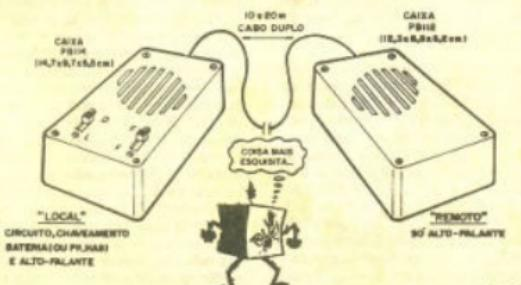

Fig. 6
- NOTAR, nas duas chaves, as setas e indicativos da direção de acionamento: D-L significam "Desliga-Liga" e F-E simbolizam "Fala-Escuta", ou seja: na primeira posição (F) a estação LOCAL "fala" para a REMOTO e na segunda (E) a estação LOCAL "escuta" a estação REMOTO.
- FIG. 6 - Sugestão para acomodação e "encaixamento" das duas estações do INTERCOMUNICADOR. Notar que o módulo LOCAL, por conter o próprio circuito, mais seu alto-falante, pilhas (ou bateria) e chaves, precisa de um container maior, de acordo com a sugestão dada no item DIVERSOS/OPCIONAIS da LISTA DE PEÇAS. Já a estação do REMOTO, contendo apenas o alto-falante, poderá ser abrigada num container menor, cujas dimensões (também tem um modelo sugerido em DIVERSOS/OPCIONAIS na LISTA DE PEÇAS...) devem comportar, unicamente, o próprio tamanho do alto-falante utilizado. Observar, ainda na fig. 6, o cabo duplo (fio "paralelo") que interliga as duas estações...